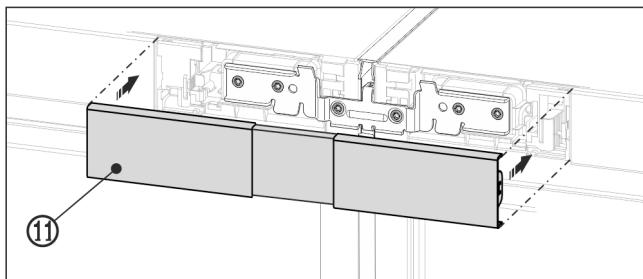

Fig. 23 Примерное отображение
- ▶ Зашелкните верхнюю крышку Fig. 23 (11) на еще открытому промежутке обеих заглушек участков обслуживания. Следите за тем, чтобы наружные стороны крышки заканчивались ровень с заглушками участков обслуживания.